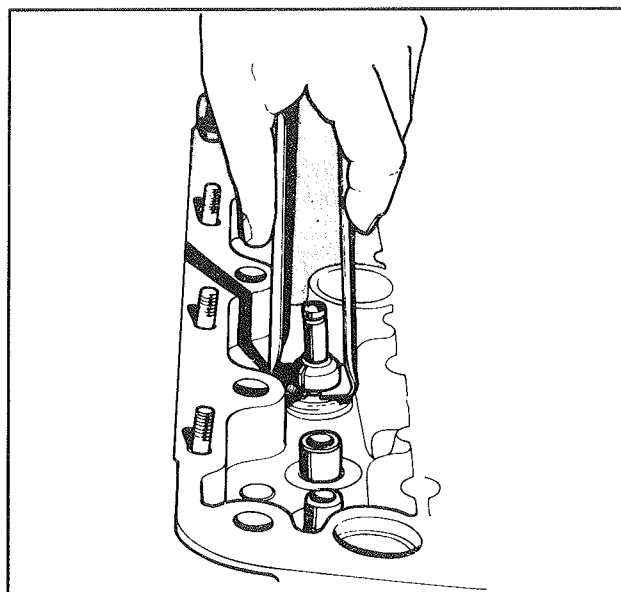

Fig. 6
- Continuer l'emmanchement du joint sur l'extrémité du guide à l'aide de la pince réf. PD 20969 D jusqu'à venir en butée (fig. 6).